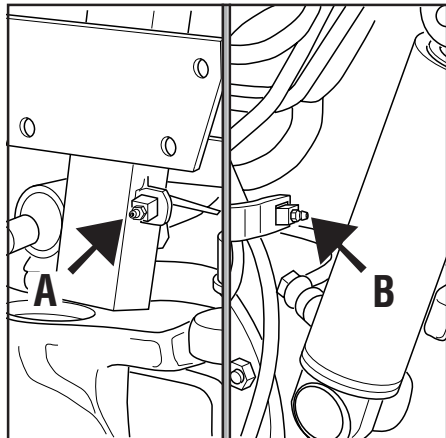

Fig. 75
- Efter noggrann rengöring, skruva loss den främre **A** och bakre **B** avluftningsventilen (fig. 75) ett halvt varv.